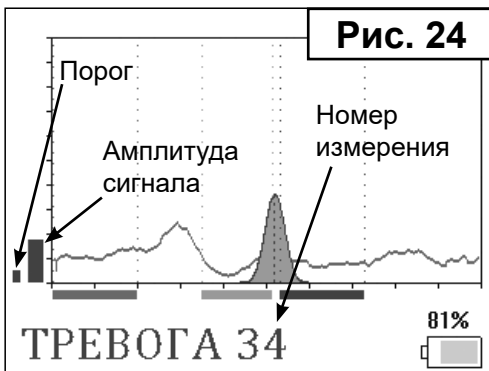
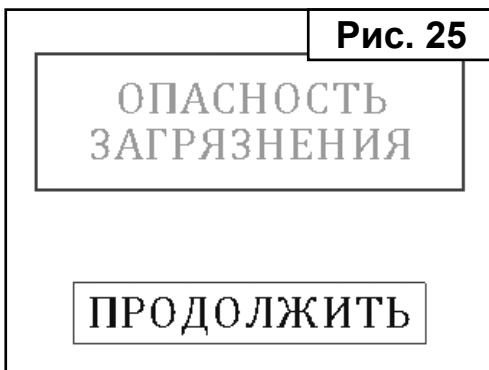

Рис. 24
Рис. 25
4. В случае обнаружения ВВ включается периодический звуковой сигнал, а на дисплее появляется надпись «ТРЕВОГА» (Рис. 24). Возможно появление предупреждения о возможности загрязнения детектора (Рис. 25).
Для исключения стойкого загрязнения нагревателя при появлении сигнала тревоги максимальной интенсивности или сообщения о возможности загрязнения детектора (см. Рис. 25 стр. 15), свидетельствующего об очень высокой концентрации ВВ в пробе, следует немедленно удалить салфетку или сетку-концентратор из рабочей зоны УНП.